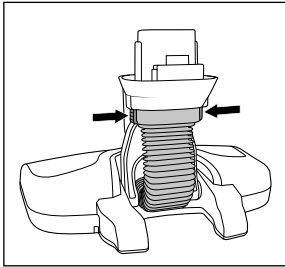

Fig. 17
- ◆ Premere contemporaneamente i tasti di sblocco **15** dell'elemento flessibile e staccare l'elemento flessibile (vedere fig. 17).